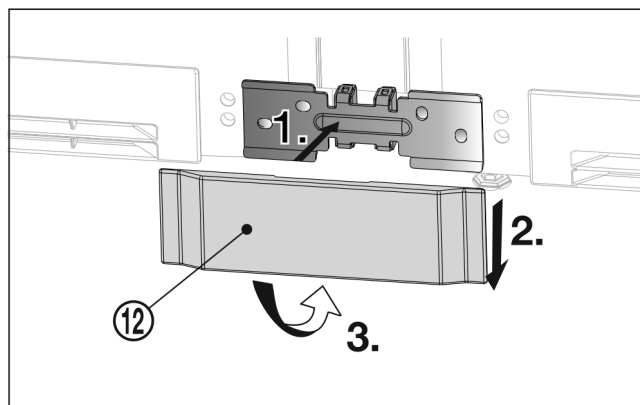

Fig. 32
- Applicare la copertura inferiore Fig. 32 (12) dal davanti sulla squadretta Fig. 32 (1), spingerla verso il basso Fig. 32 (2) e innestarla nella parte inferiore Fig. 32 (3).